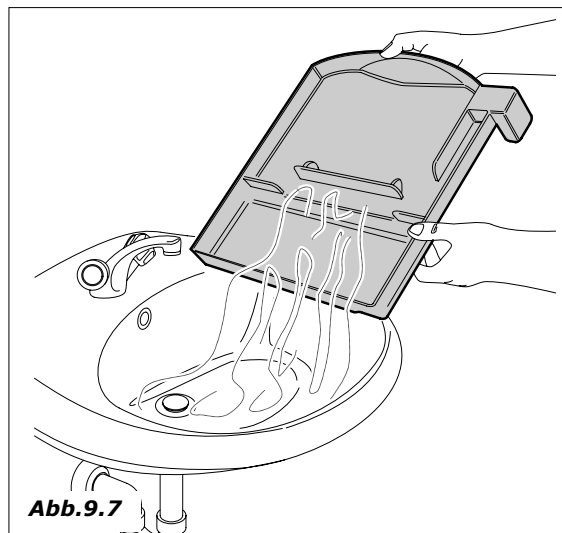

Abb. 9.7
- Eimer für Flüssigabfälle leeren, reinigen und/oder austauschen (Abb. 9.7)